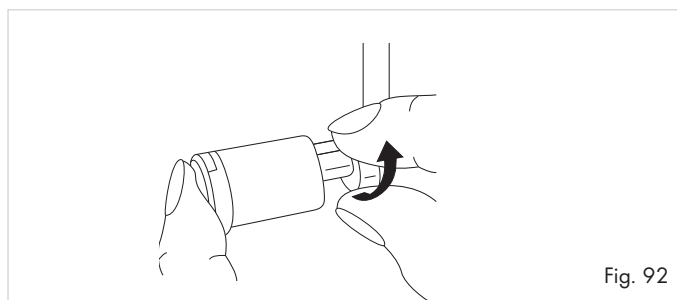

Fig. 92
- Amenez la lame supérieure mobile **13** en position de repos (Fig. 92). Pour ce type de couture, le textile n'est pas coupé.